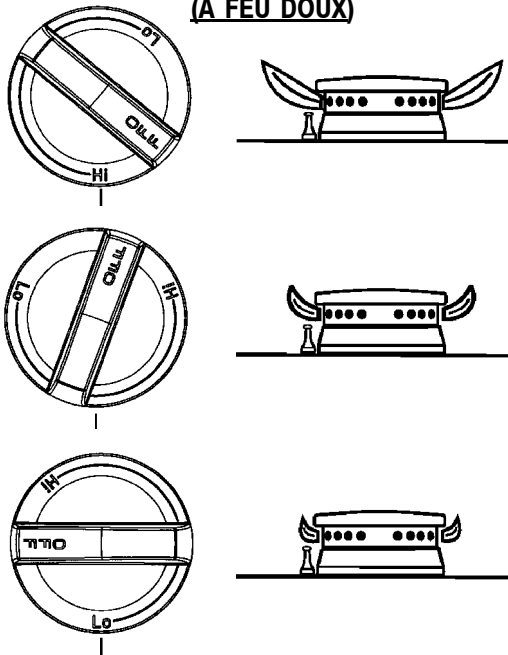

FIGURE 14
Une fois les étapes A, B et C de la conversion terminées, vérifier l'apparence de la flamme de chaque brûleur Lo (à feu doux) et Hi (à plein feu) par rapport à la figure 14. Si la flamme paraît trop grande ou trop petite, revoir chaque étape pour s'assurer qu'elle a été effectuée correctement.
- Commencer à la position correspondant au gaz GPL (voir le n° 5, page 9, sous C. RÉGLAGE DE LA FLAMME À FEU DOUX), puis tourner la vis dans le sens anti-horaire jusqu'à ce que la flamme se stabilise et ressemble à la flamme illustrée pour le réglage « LO » (feu doux) de la figure 14. Une flamme correctement réglée est stable, bleue et d'une longueur minimum. Le réglage final doit être vérifié en faisant tourner le bouton de feu doux à plein feu et vice versa à plusieurs reprises sans que la flamme s'éteigne.
Une fois les étapes A, B et C de la conversion terminées, vérifier l'apparence de la flamme de chaque brûleur Lo (à feu doux) et Hi (à plein feu) contre la figure 14. Si la flamme paraît trop grande ou trop petite, s'assurer que chaque étape a été effectuée correctement.